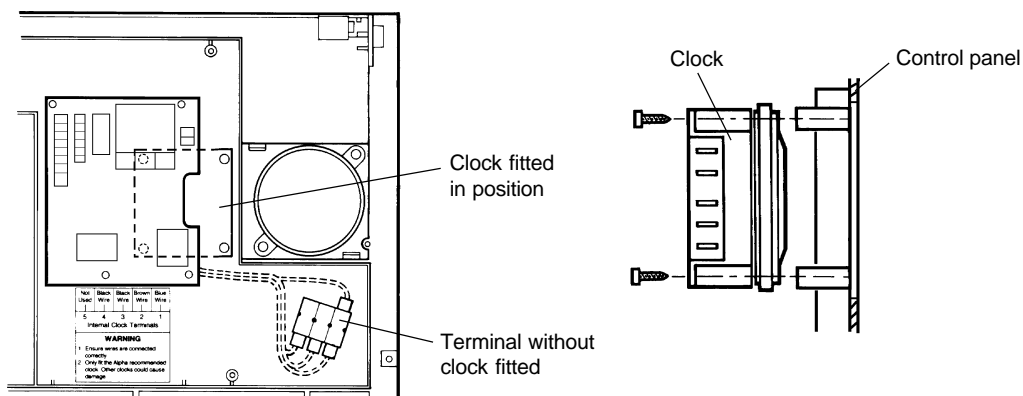

Fig. 15
4.9 FIT THE CLOCK KIT - Fig. 15